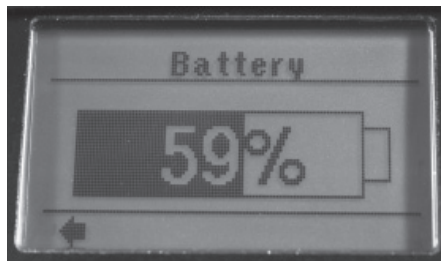

Figura 17. Porcentagem da Bateria
4. Pressione “Enter” (a porcentagem restante da vida da bateria será exibida) (Figura 17)